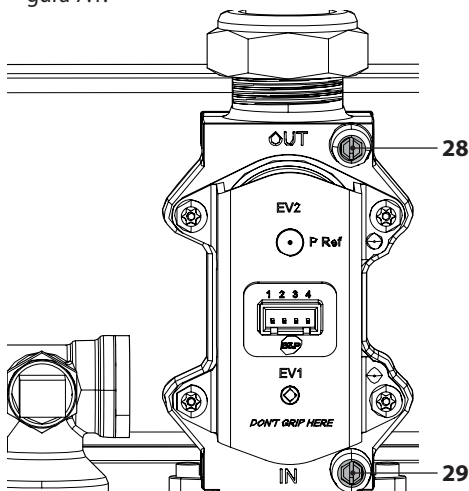

Figura 7.1
- A caldaia spenta (fuori servizio), controllare la pressione di alimentazione utilizzando la presa 29 in Figura 7.1 e confrontare il valore letto con quelli riportati nella tabella Pressioni di alimentazione gas nella sezione "Dati tecnici M301V.2025 SM" a pag. 26 e "Dati tecnici M301V.2429 SM" pag. 30.
- Richiudere bene la presa di pressione 29 in Figura 7.1.